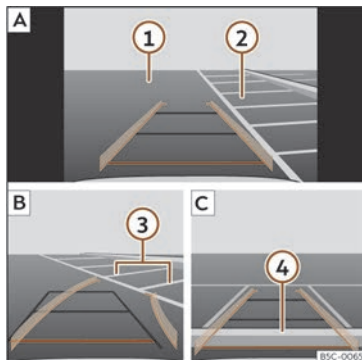

Fig. 197 Visualización na pantalla do sistema de infotainment: aparcar co asistente de marcha atrás.
Lenda da **fig. 197**:
- Coloque o vehículo diante do espazo de estacionamento»» **fig. 197 2 A**.